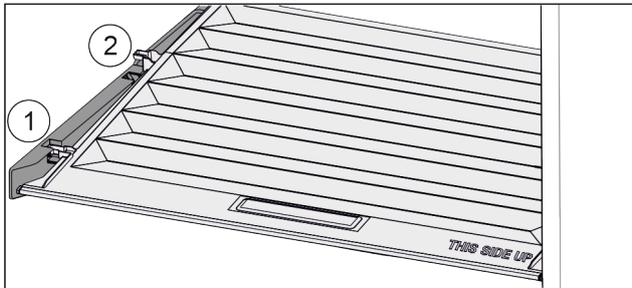

Fig. 117
- ▶ Poklopac do otvora u pridržnim dijelovima povucite prema naprijed Fig. 117 (1).
- ▶ Podignite ga odozdo sa stražnje strane i izvadite prema gore Fig. 117 (2).